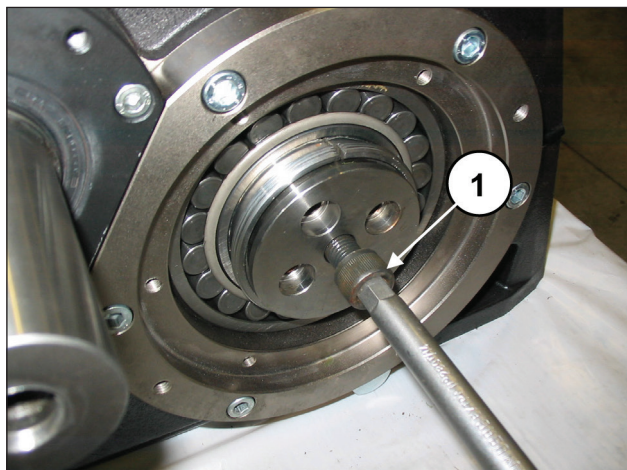

Fig. 80
Poser une vis M16 d'une longueur suffisante (35-40 mm) dans l'orifice M16 du vilebrequin et visser jusqu'à ce que la bride vienne en appui direct sur la douille (rep. ①, Fig. 80). Ne pas serrer la vis.